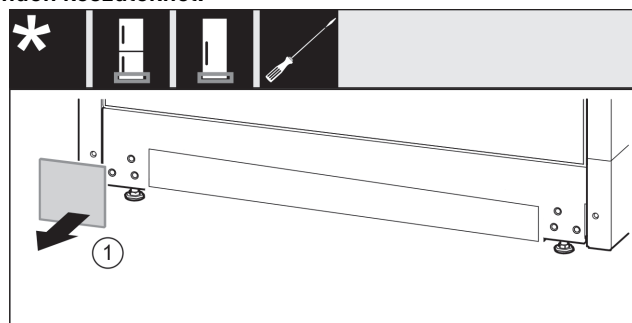

Fig. 24
- ▶ Vegye le a fedelet. Fig. 24 (1)